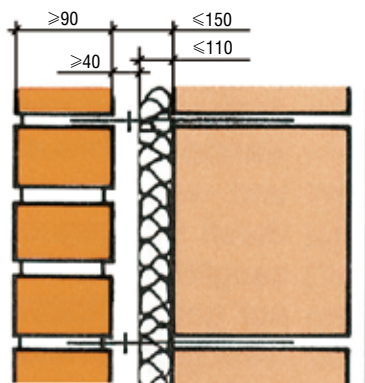

Рис. 2
- двухслойную облицовочную кладку с воздушной прослойкой и теплоизоляцией (рис. 2);